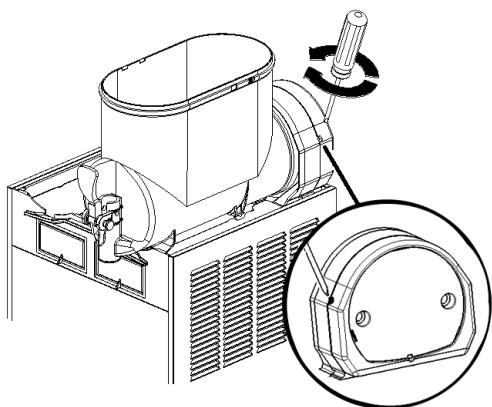

Bild 3
- 1 **Einstellung der Konsistenz:** Die optimale Konsistenz der Granita wurde werkseitig eingestellt. Soll diese Konsistenz geändert werden, mit einem Schraubenzieher die dafür an jeder der Rückwände des Dispensers vorgesehene Stellschraube wie folgt drehen (Bild 3):